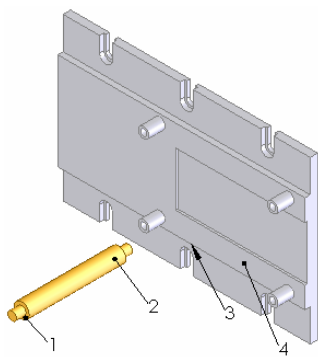
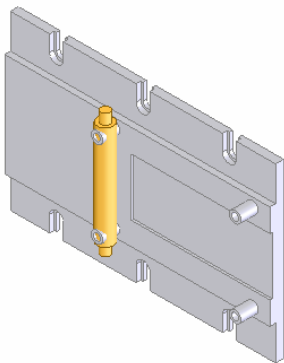

图 12-49 插入小圆轴后的图形
图 12-50 配合后的图形
④ 插入小圆轴。选择菜单栏中的“插入”→“零部件”→“现有零件/装配体”命令, 插入小圆轴。具体步骤可以参考上面的介绍, 将小圆轴插入到图中合适的位置。结果如图 12-49 所示。
⑤ 添加配合关系。选择菜单栏中的“插入”→“配合”命令, 或者单击“装配体”工具栏中的“配合”图标, 此时系统弹出“配合”对话框。用鼠标选择图 12-49 中的表面 1 和表面 3, 单击对话框中的“重合”图标, 并调整对齐的方向, 在视图中观测配合
的效果,然后单击对话框中的“确定”图标。重复此命令,将图 12-49 中表面 2 和表面 4 设置为“相切”配合关系,并调整相切的方向。结果如图 12-50 所示。